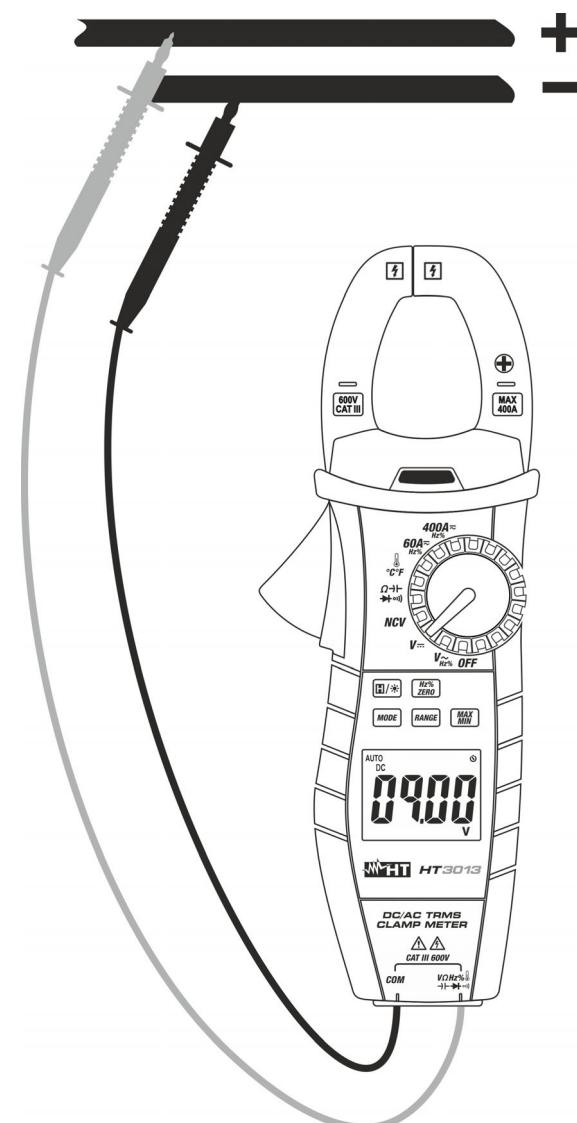

Abb. 3: Verwendung der Zange für Gleichspannungsmessung
3. Stellen Sie die Messleitungen in die gewünschten Punkte des zu messenden Kreises (siehe Abb. 3). Der Spannungswert erscheint auf dem Display.
5. Das Symbol “-” auf dem Display des Gerätes gibt an, dass die Spannung die umgekehrte Richtung mit Bezug auf die Verbindung in Abb. 3